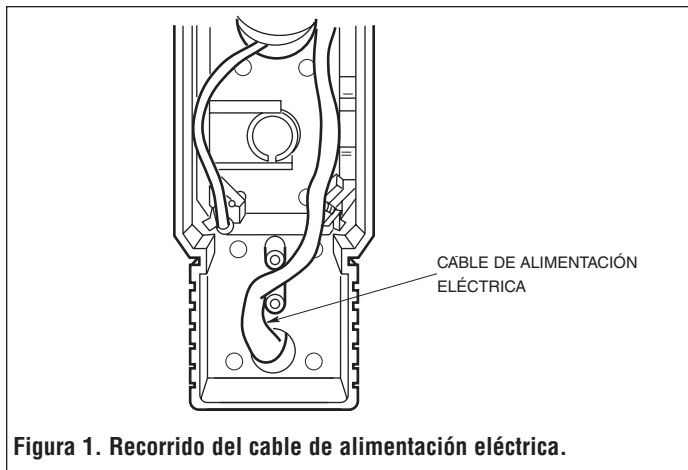

Figura 1. Recorrido del cable de alimentación eléctrica.
NOTA: El cable o cables de la fuente de alimentación pueden ingresar en la caja del accesorio por alguno de los dos (2) prepunzonados ubicados en la parte posterior, o por los dos (2) agujeros ubicados en la porción inferior de las cajas plásticas de conexiones. Si se utiliza un prepunzonado, se necesita un prensacable adecuado. Si se utilizan las aberturas de las cajas de conexiones, el cable debe encaminarse como se muestra en la Figura 1, a fin de proporcionar un sistema adecuado de alivio de tensiones como lo exige el Código Eléctrico Nacional de los E. U. de A.